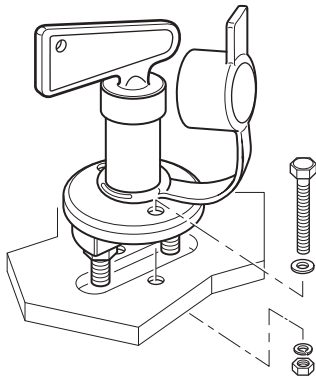

Fig. 44
► Monter l'interrupteur coupe-batterie sur un endroit approprié du véhicule et le fixer avec les vis fournies (Fig. 44).